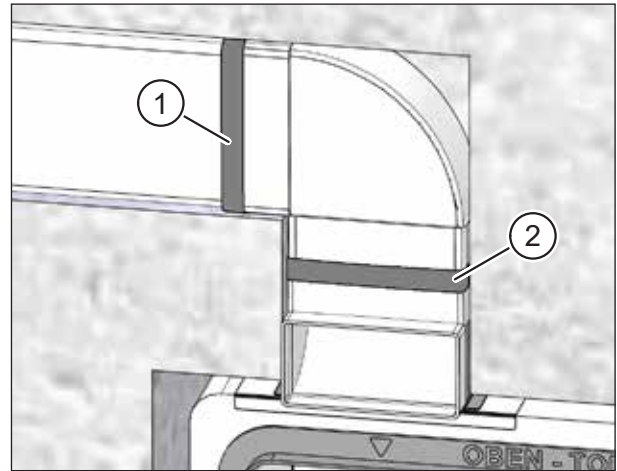

Abb. 22: Flachkanalverbindung mit Dichtband fixieren
- ▶ Setzen Sie einzelne Flachkanalelemente zu Teilstücken zusammen und dichten Sie jede Verbindungsstelle mit einer Lage Dichtband von 30 mm Breite ab (Pos. 1 in Abb. 22).
- ▶ Setzen Sie das erste Teilstück des Flachkanals in den 90°-Winkel am Mauerkasten ein und dichten Sie die Verbindungsstelle mit Dichtband ab (Pos. 2 in Abb. 22).